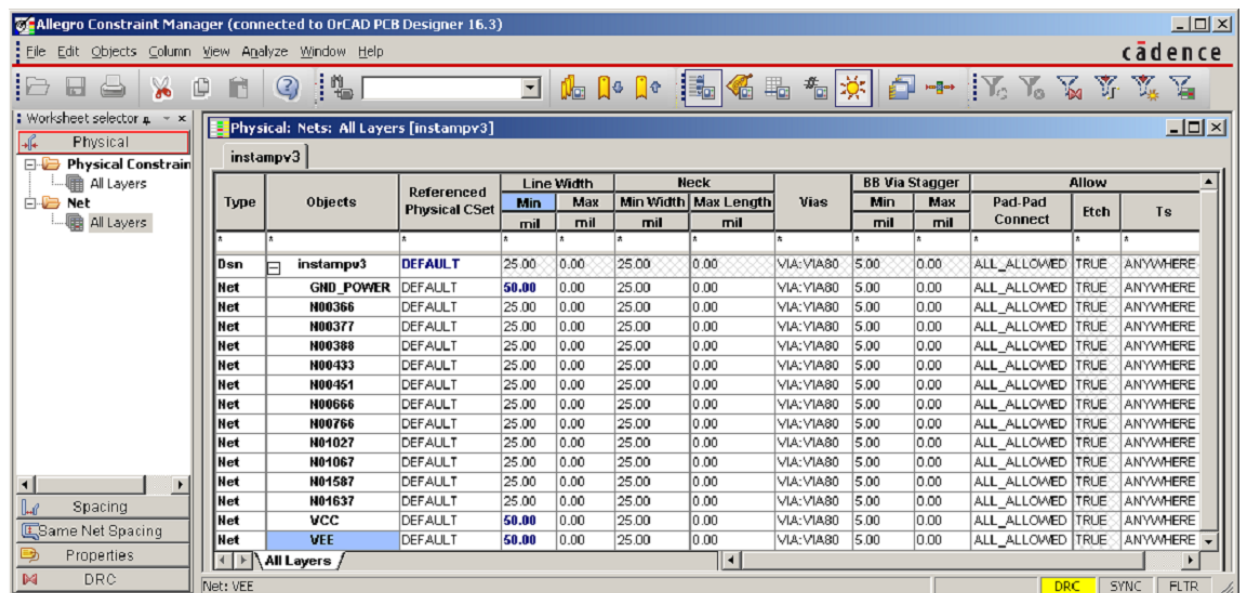

Рисунок 15. Constraint manager после изменения ширины трех силовых сетей, но до коррекции отверстий.
2. Левая часть окна показывает различные свойства, которые можно редактировать. Нажмите All Layers под Net. Смотрите рисунок 15 на предыдущей странице для руководства.